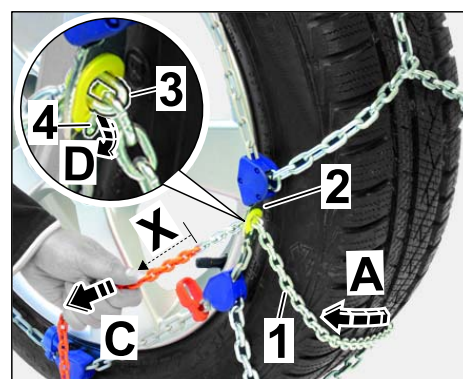

Figura 11
2.2.5 Cerrar la holgura de la cadena tensora con la placa de cierre (⇒ *Figura 11-C*).
Compruebe si la zona de color de la cadena tensora (⇒ *Figura 11-X*) pasa completamente a través de la placa de cierre.
Enganchar el eslabón de la cadena tensora en el orificio ovalado y en el seguro de la placa de cierre (⇒ *Figura 11-D*).